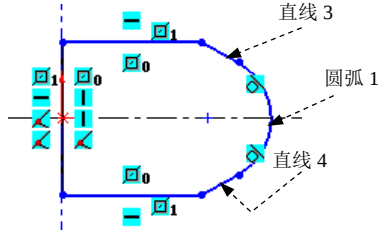

图 2.12.10 添加“相切”约束
Step6. 添加图 2.12.10 所示的“相切”约束。按住 Ctrl 键，选取图 2.12.10 所示的直线 3 和圆弧 1，系统弹出“属性”对话框，在 **添加几何关系** 区域中单击 **相切(A)** 按钮；按住 Ctrl 键，选取图 2.12.10 所示的直线 4 和圆弧 1，系统弹出“属性”对话框，在 **添加几何关系** 区域中单击 **相切(A)** 按钮。